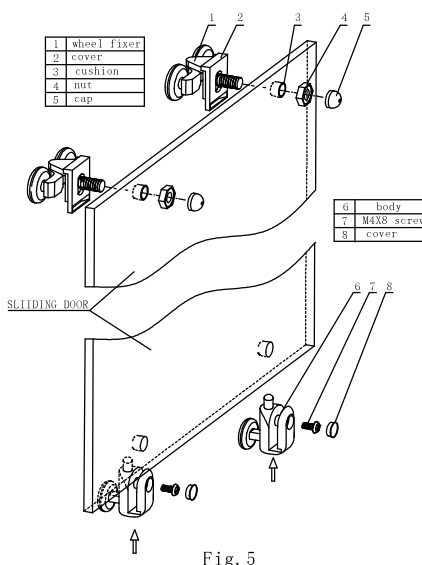

Fig. 5
3) (ES) Coloque los rodamientos dobles superiores (13) e inferiores (9) en la puerta de cristal corredera. Fig. 5
(ENG) Fix the double wheels (13) and bottom wheels (9) on the sliding glass door. As Fig. 5